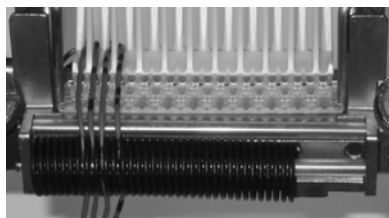

Рис. 6.38. Укладка жил большого диаметра на основание
6.2.16. Аккуратно протянуть проводники через направляющие. При монтаже кабелей с большими диаметрами жил фиксирующую пружину необходимо сдвигать влево. (рис. 6.38).